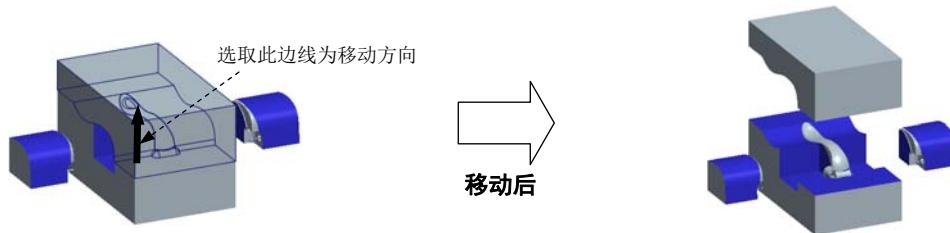

图 6.26 移动上模
Step3. 在系统的提示下,选取图 6.26 所示的边线为移动方向,然后在系统的提示下,输入要移动的距离值 100,按回车键。
Step4. 在 **▼ DEFINE STEP (定义步骤)** 菜单中选择 **Done (完成)** 命令,移出后的状态如图 6.26 所示。